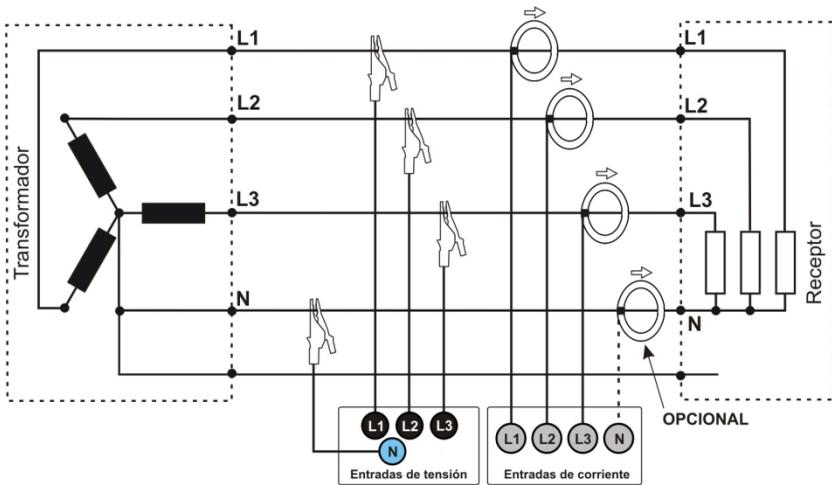
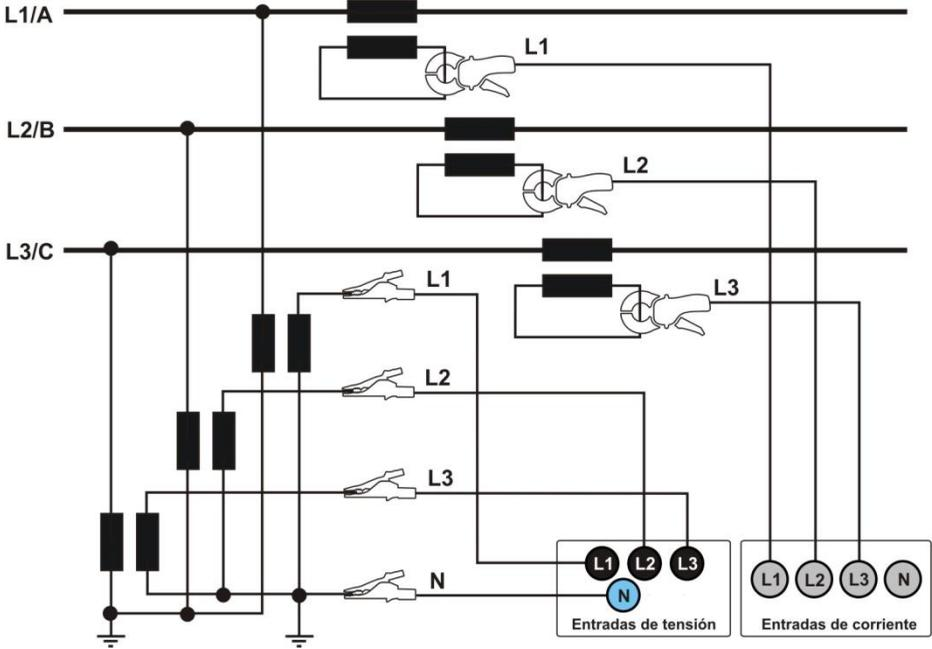

Fig. 7. Esquema de conexión – sistema trifásico tipo estrella con neutro.
Fig. 12. Esquema de conexión - una medición indirecta SN en el sistema de estrella de 3 fases.
- trifásica tipo estrella con conductor neutro (Fig. 7 i Fig. 12),